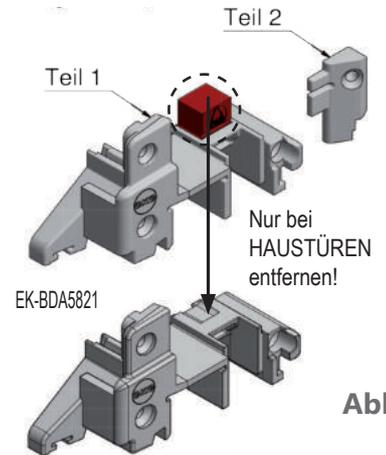

Abb. 1
2. Jetzt das Aluminiumprofil (A) und Kunststoffprofil (B) zusammenfügen. Dazu werden die Teile ineinander gedreht bis sie hörbar einrasten. Dafür ist etwas Kraftaufwand notwendig.
3. Die Endkappe EK-BDA5821 für das Adapterprofil besteht aus zwei Teilen. Beim Einsatz im HAUSTÜRFLÜGEL muss am Teil 1 der Endkappe EK-BDA5821 die Beschlagsnutabdichtung z.B. mit einem Multitool entfernt werden (siehe Abb. 1)